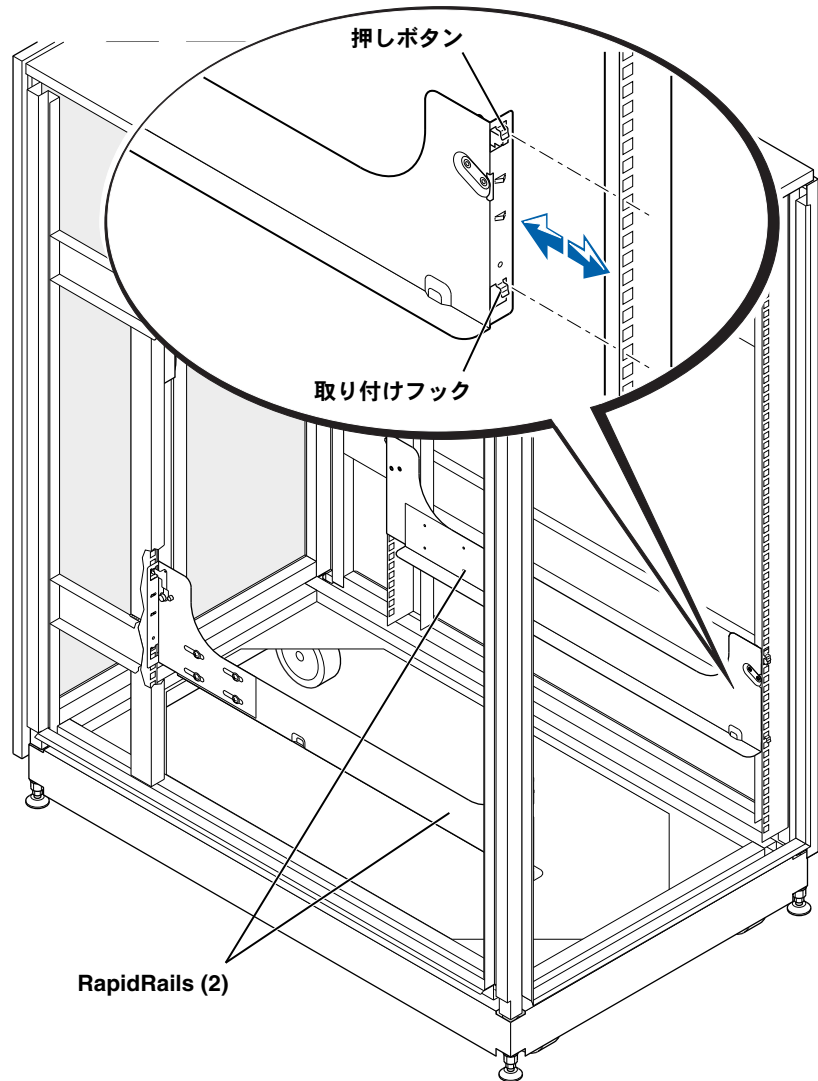

図 5-4. RapidRails の取り付け
1. 背面の取り付けフランジをスライドアセンブリの中心に向けてスライドさせ、スライドアセンブリの全長を若干短くします (図 5-4 を参照してください)。